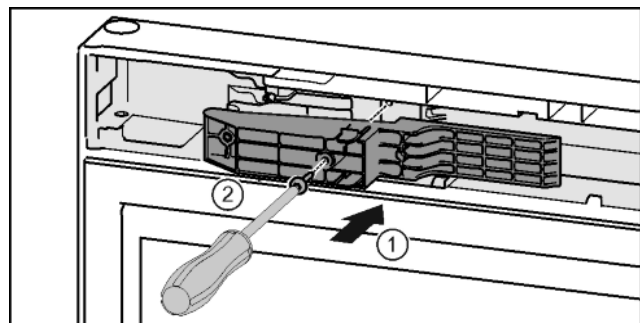

Fig. 47*
- ▶ Introduceți adaptorul în canelura de pe partea mânerului.* Fig. 47 (1)
- ▶ Înșurubați ferm șuruburile cu șurubelnița T15.* Fig. 47 (2)